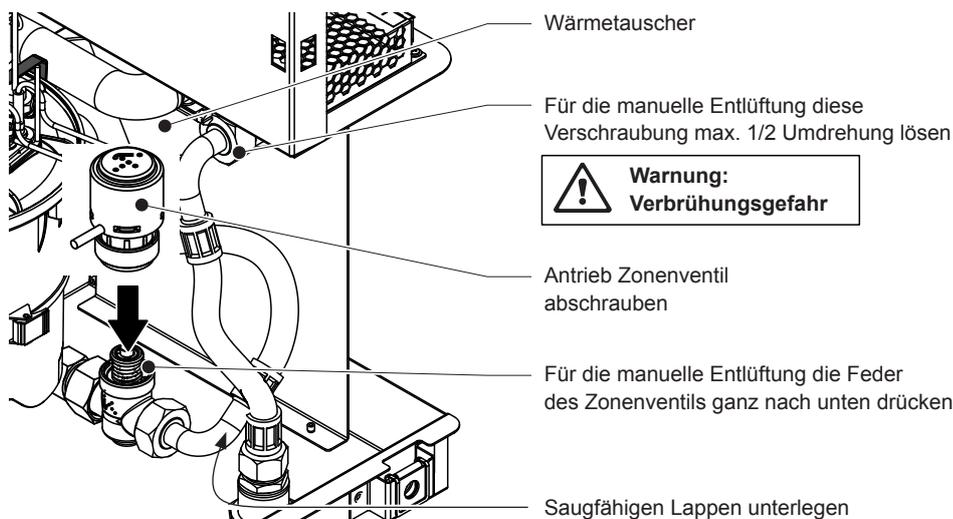

Abb. 12: Manuelle Entlüftung des Heizwasserkreislaufs
- Legen Sie einen saugfähigen Lappen unter die Verschraubung am Rücklaufanschluss des Wärmetauschers (siehe *Abb. 12*).
- Schrauben Sie den Ventilantrieb des Zonenventils ab (siehe *Abb. 12*).
- Drücken Sie die Feder des Zonenventils von Hand oder mit einer Rohrzange solange ganz nach unten, bis am zuvor gelösten Anschluss am Wärmetauscher Wasser austritt (siehe *Abb. 12*).